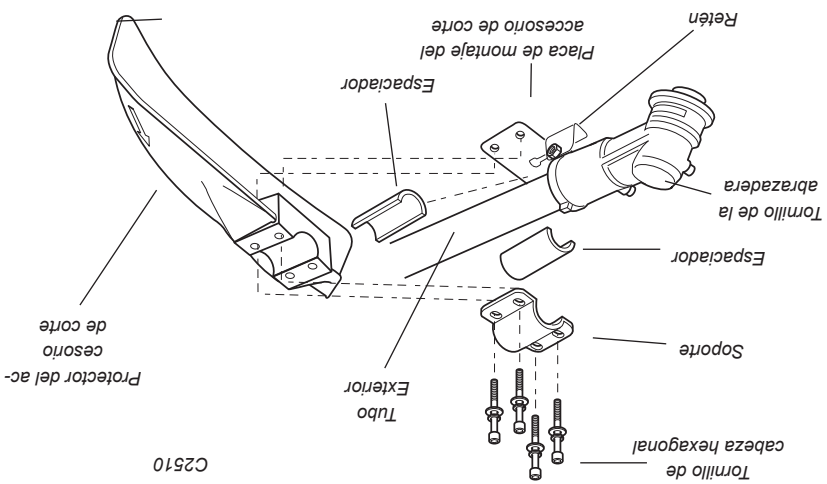

Figura 9
1. Inserte el protector del accesorio de corte entre el tubo exterior y la placa de montaje. Consulte la figura 9.
2. Coloque los dos espaciadores y el soporte sobre el tubo exterior e instale sin ajustar los cuatro tornillos de cabeza allen. Consulte la figura 9.